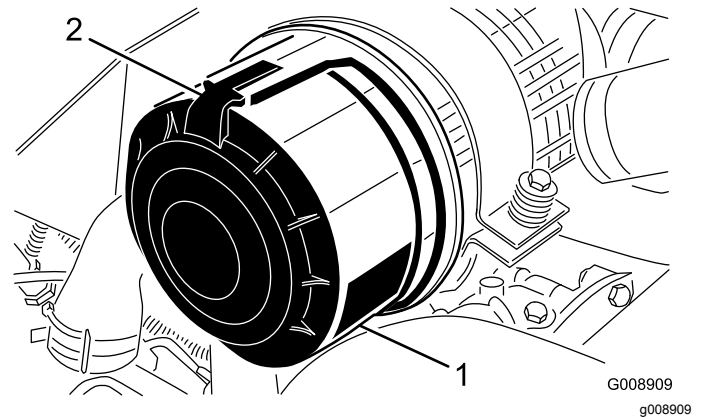

Figura 88
1. Abra los enganches que sujetan la tapa del limpiador de aire a la carcasa del limpiador de aire (Figura 88).